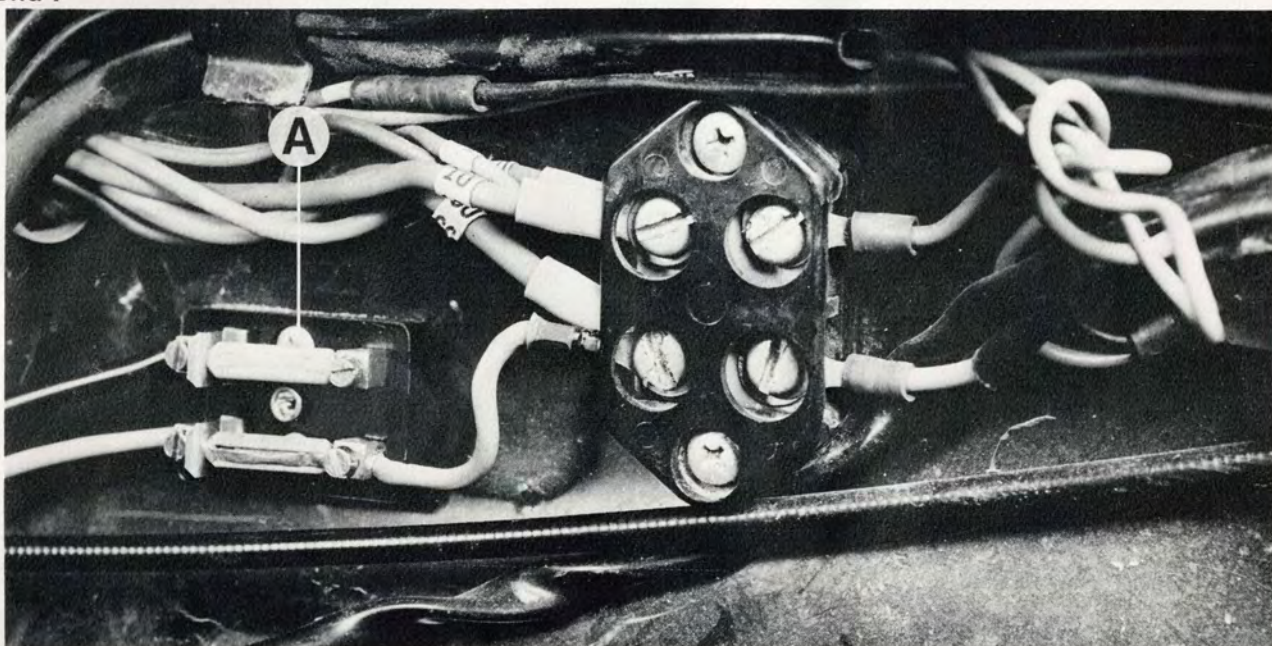

Bild 8
Montera säkringshållaren på vänstra hjulhuset (bild 8 A).
1. Montera säkringshållare enligt bild 8 på vänster hjulhus.